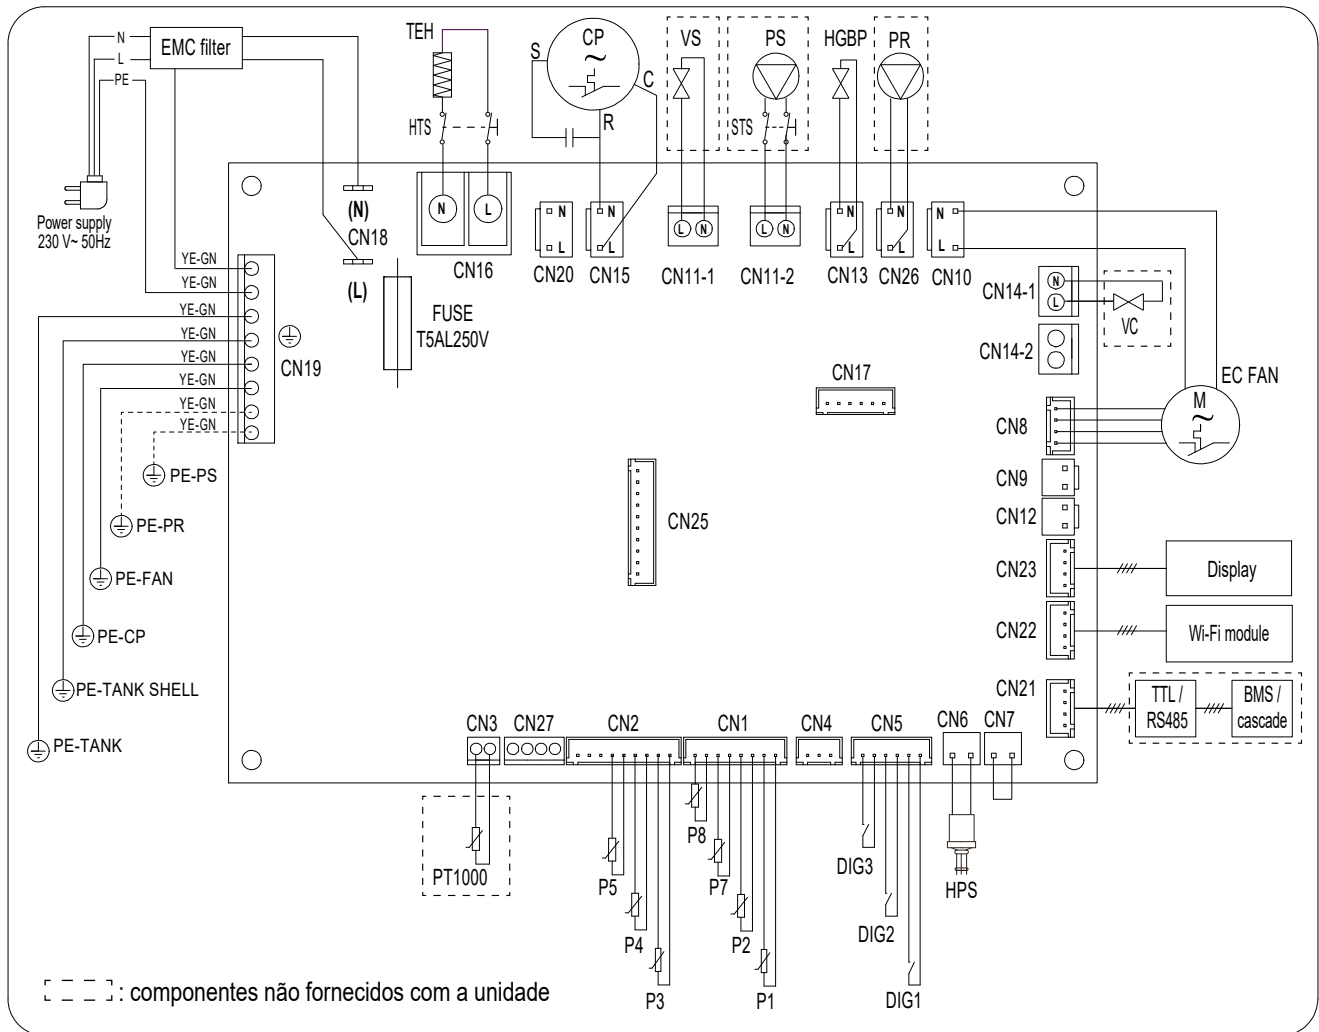

fig. 72 - Esquema elétrico do equipamento
- 1) A bomba de recirculação (part. 16) deve ser ligada ao borne CN26 da placa principal master (ref. "fig. 72 - Esquema elétrico do equipamento" na página 255).
- 2) Instale uma válvula solenóide normalmente aberta (peça. 19) para cada unidade da cascata. A válvula deve ser ligada ao terminal CN14-1 (ref. "fig. 72 - Esquema elétrico do equipamento" na página 255) da placa mãe de cada unidade.